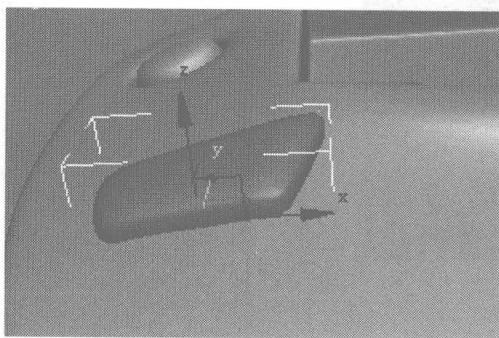

图 6.109
- 05 关闭细分效果，在堆栈栏的 FFD3×3×3 层级上单击中键，在弹出的快捷菜单中选择 Collapse To 命令，将该层级塌陷，此时该按钮制作完成，如图 6.109 所示。